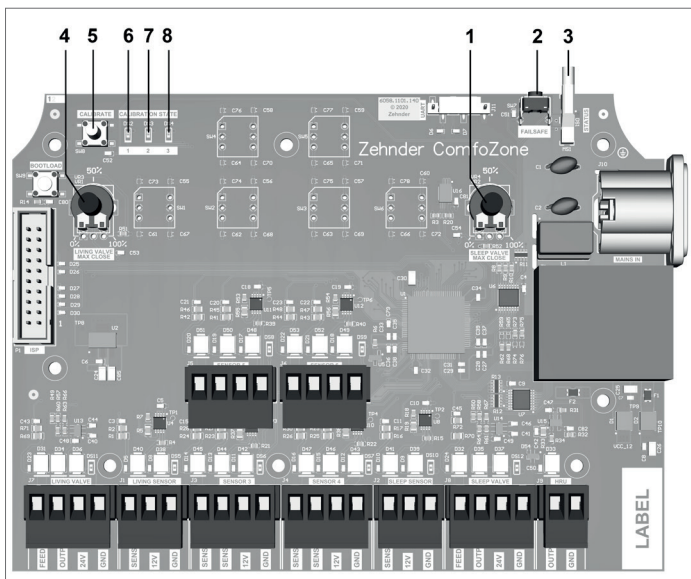

Fig. 6.2 - ComfoZone Box PCB
Tijdens de inbedrijfstelling leren de kleppen hun bereik kennen. Door de draaiknoppen (Fig. 6.2, pos. 1 en 4) te verstellen wordt de luchtdoorlaat van de kleppen ingesteld wanneer deze in gesloten toestand staan.
Druk op de kalibratieknop (Fig. 6.2, pos. 5).
De status-led (Fig. 6.2, pos. 3) staat uit.
De led van kalibratiestap 1 (Fig. 6.2, pos. 6) knippert oranje zolang de kleppen bewegen. Wacht tot de led stopt met knipperen.
1. Druk op de kalibratieknop (Fig. 6.2, pos. 5).
2. De led kalibratiestap 2 (Fig. 6.2, pos. 7) knippert oranje zolang de kleppen bewegen.
3. Stel de minimale luchtdoorlaat van de klep in, door aan de draaiknop klep woonzone (Fig. 6.2, pos. 4) te draaien.
2. De led kalibratiestap 3 (Fig. 6.2, pos. 8) knippert oranje zolang de kleppen bewegen.
3. Stel de minimale luchtdoorlaat van de klep in, door aan de draaiknop klep slaapzone (Fig. 6.2, pos. 1) te draaien.
De status-led (Fig. 6.2, pos. 6) staat op groen.
2. De status-leds van de kalibratiestappen (Fig. 6.2, pos. 6, 7 en 8) staan uit.
De eindgebruiker ziet bij correcte werking van het systeem een groene status-led (Fig. 6.2, pos. 3). Wanneer er een foutmelding is, knippert de status-led rood. Bij gebruik van de Failsafe-modus knippert de status-led oranje.